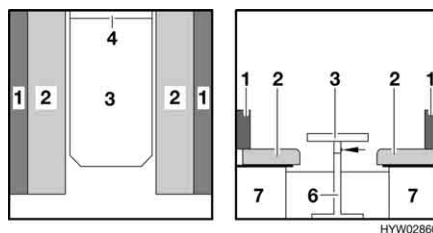

Fig. 60 Prima della trasformazione
- Sistemare i cuscini del divano (Fig. 60,2).
- Sollevare leggermente il piano del tavolo in avanti (Fig. 60,3).
- Sbloccare il piede del tavolo (Fig. 60,6) dall'elemento di fissaggio e ribartarlo verso l'alto sul lato inferiore del tavolo.